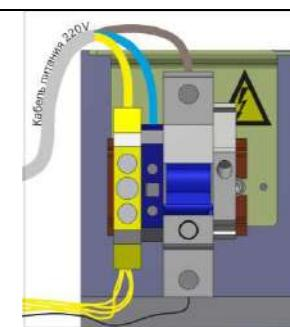

Рис. 20– Підключення кабелю живлення
- а) Підключити кабель живлення ~230 В (Рис. 20):
- Фаза (L) – до автоматичного захисного вимикача;
- Нуль (N) – до клеми ~220 В (N);
- Земля (PE) – до клеми Заземлення (PE).